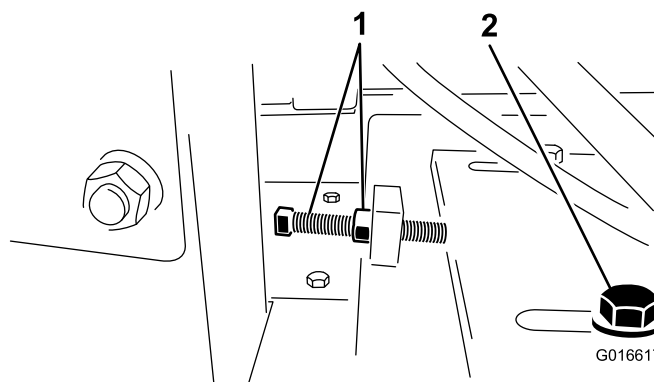

Figure 18
4. Desserrez le boulon de tension et l'écrou de blocage de la courroie, et faites glisser le moteur vers le carter du volant moteur pour détendre la courroie (Figure 18).